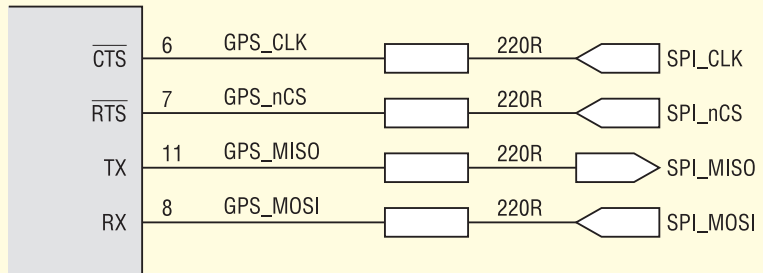

Рис. 4. Подключение по интерфейсу SPI
- SPI — по умолчанию (рис. 4);